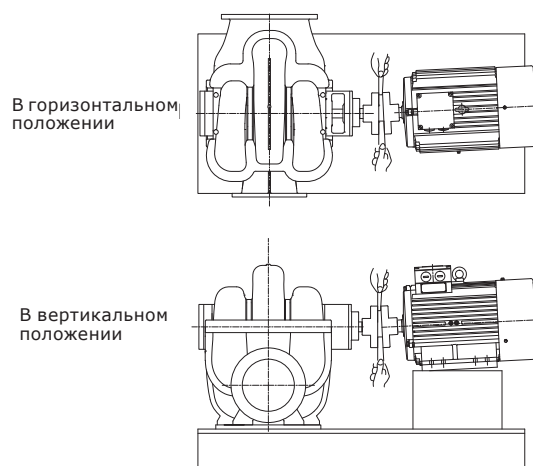

Рис. 25 Проверка углового выравнивания
- Насос и двигатель были точно сцентрированы на заводе, но во время выполнения погрузочно-разгрузочных работ при отправке обычно центрирование сбивается. Используя небольшой шаблон и измерительные щупы или циферблатный индикатор, проверить горизонтальную, вертикальную или угловую соосность ступиц муфт, см. рис. 25–26.